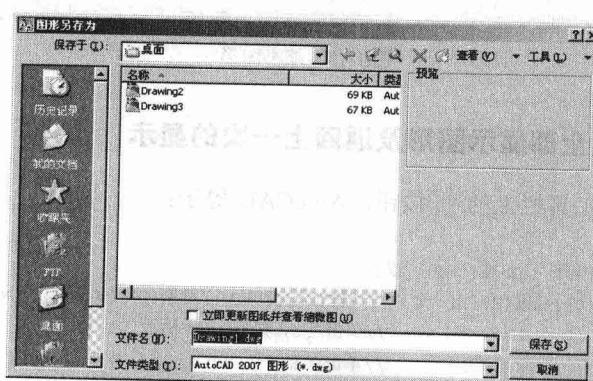

图 1-17 【图形另存为】对话框
(1) 选择菜单命令【文件】/【保存】，弹出【图形另存为】对话框，如图 1-17 所示。
(2) 输入新文件名“Drawing1.dwg”，单击 保存(S) 按钮。